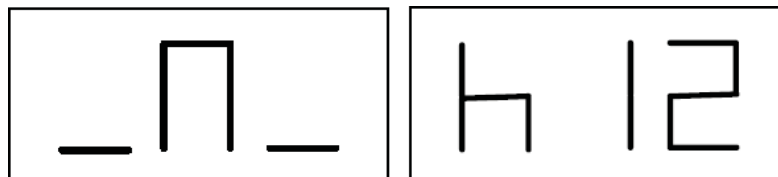

Рис. 5.3 - Сообщение "Клапан (ниппель) в положении 12 часов"
7. В конце цикла, будет отображаться сообщение, как на рис. 5.3. Возможны два варианта: